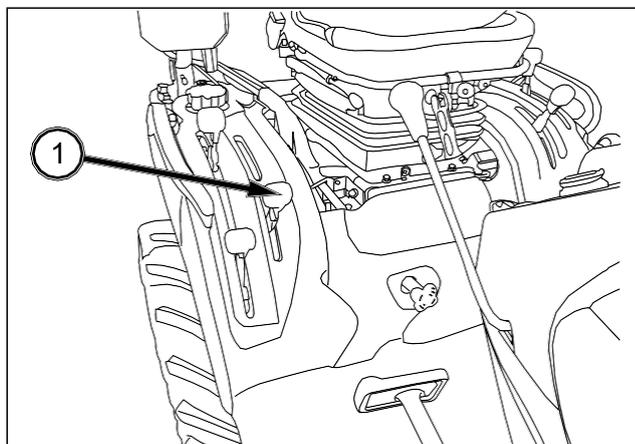

FIG. 53
FIG. 53: La palanca de mando de posición (1) ajusta la altura del enganche de tres puntos en la trasera del tractor. La palanca sirve para regular la altura del enganche. La posición más alta se obtiene al tirar de la palanca completamente hacia atrás, y la posición más baja se obtiene desplazando la palanca completamente hacia adelante.